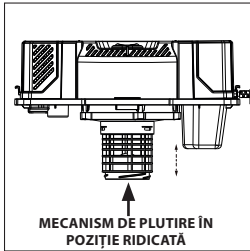

FIG. 5
- Acest aspirator lichid/uscat este echipat cu un mecanism de plutire, care se va ridica în mod automat și va opri fluxul de aer atunci când lichidul din recipient ajunge la un nivel prestabil. Când se întâmplă acest lucru, opriți aspiratorul, scoateți cablul de alimentare din priză și goliiți rezervorul de praf. Vă veți putea da seama că mecanismul de plutire a oprit fluxul de aer deoarece aspirația se va opri, iar motorul va începe să facă mai mult zgomot, datorită vitezei de motor crescute. Capacitatea pentru lichid poate varia în funcție de rata de aspirare. (Fig. 5)